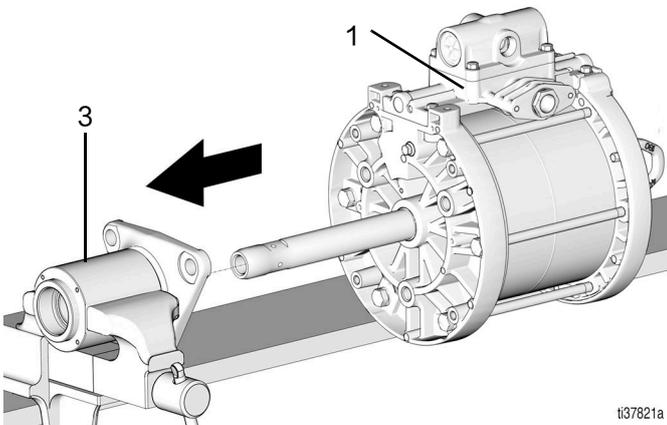

图 22
- 6. 通过将活塞柱 (14) 滑过出口外壳 (3) 来重新安装空气马达 (1) ( 图 22 )。